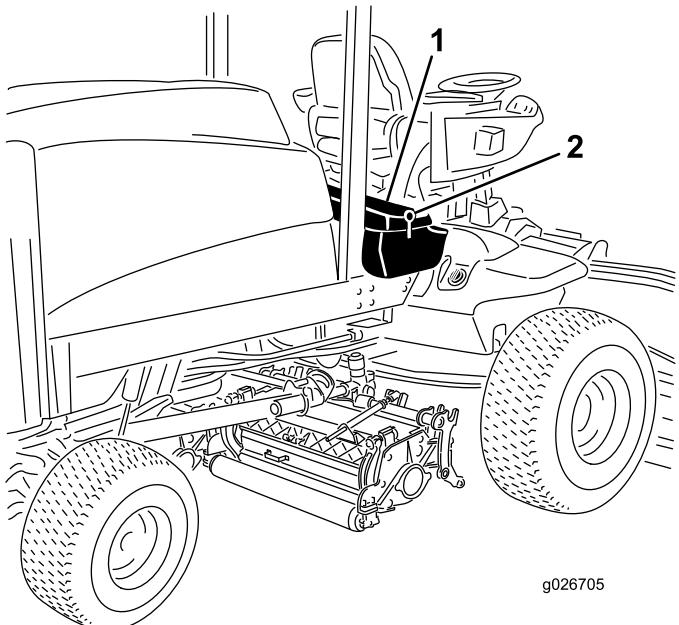

Figura 83
1. Sbloccate e sollevate il pannello comandi dell'operatore (Figura 83).